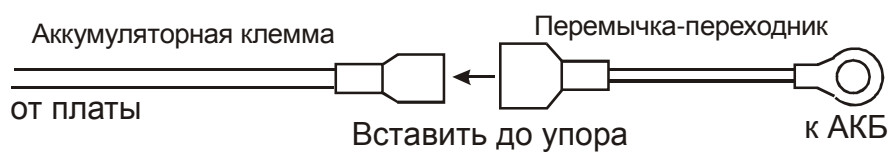

РИС.5
- соединить перемычки-переходники с аккумуляторными клеммами как показано на рис.5 Приложения А;